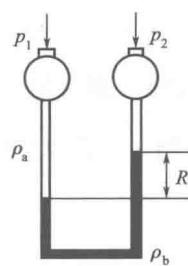

图 1-4 微差压差计
(3) 微差压差计 当被测压差较小，读数 R 也比较小，可用微差压差计，如图 1-4 所示。微差压差计内装两种密度相近且不互溶的指示剂 ρ_a 、 ρ_b ，目的在于放大读数 R 。其两点压差可用 $p_1 - p_2 = (\rho_b - \rho_a) Rg$ 表示。